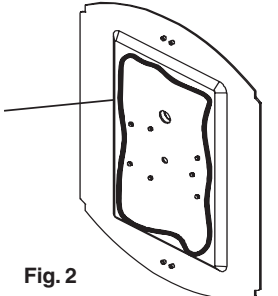

Fig. 2
- À l'aide de **capuchons de connexion (7)**, raccorder le fil noir de l'appareil au fil d'alimentation noir et le fil blanc de l'appareil au fil d'alimentation blanc.
- Repliez les fils dans la boîte de connexion. Alignez le grand trou de la plaque arrière (5) sur le tuyau fileté de la barre transversale et assurez la fixation avec un **écrou et rondelle (8)**.
- Appliquez un boudin de mastic de silicone (non fourni) tout autour de la face arrière de la plaque arrière. Le boudin de mastic doit être disposé à environ ½ po (1,25 cm) des bords et constituer une couche assez épaisse pour former un sceau étanche avec la surface de montage. **Voir Fig. 2.**
- Assemblé **Diffuseur (6)** Re-intall (6) **Fixture Housing (5)** et fixer avec la **vis (4)**
6. Use **Wirenuts (7)** to connect black fixture wire to the black power supply wire and white fixture wire to the white power supply wire.
7. Apply bead of silicone caulk (not provided) around entire perimeter on back side of backplate. Bead of caulk should be located approximately 1/2" in from edge and be thick enough to assure waterproof seal with mounting surface. **See Fig 2.**
8. Tuck wires into junction box. Align large hole in **Backplate (5)** over Threaded Pipe in Crossbar and secure fixture in place with **Cap nut and washer (8)**.
1. Saque los componentes del luminario y paquete(s) de piezas. Compruebe que todas las piezas estén incluidas. **Vea Fig 2.**
6. Use **Capuchones de Alambres (8)** para conectar el alambre negro del luminario al alambre negro de suministro de electricidad y el alambre blanco del luminario al alambre blanco de suministro de electricidad.
7. Appliquez un boudin de mastic de silicone (non fourni) tout autour de la face arrière de la plaque arrière. Le boudin de mastic doit être disposé à environ 1/2 po (1,25 cm) des bords et constituer une couche assez épaisse pour former un sceau étanche avec la surface de montage. Voir Fig. 2.
8. Repliez les fils dans la boîte de connexion. Aalignez le grand trou de la plaque arrière (5) sur le tuyau fileté de la barre transversale et assurez la fixation avec un **Tuerca de sombrerete y la arandela (8)**.